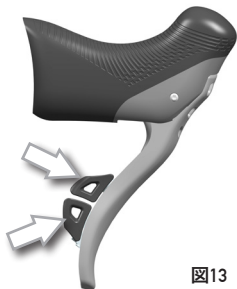

図13
- レバーの動作をカスタマイズしている場合は、それに従ってレバーを操作します (図13)。